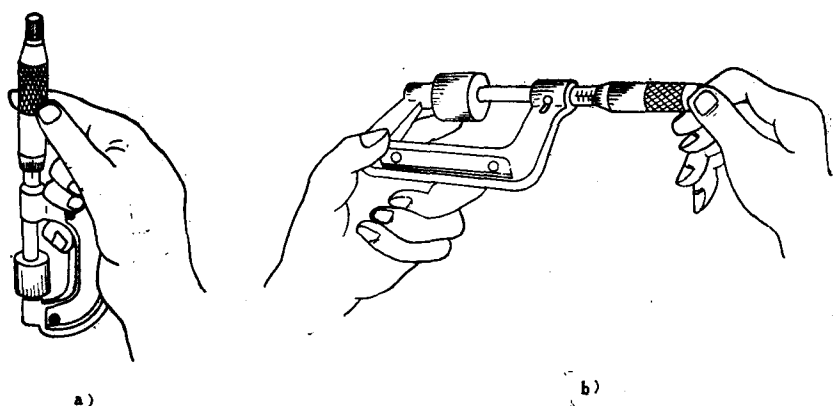

图1-9 千分尺的使用方法
②使用千分尺测量工件时，应将其测量面和工件被测表面擦拭干净，以确保测量数值的准确。测量时可采用单手，也可采用双手进行，见图1-9。单手测量时，一般应先转动微分筒，当测量面刚一接触工件表面时，再用棘轮测力装置，以控制一定的测量力，才能保证得到准确的读数。